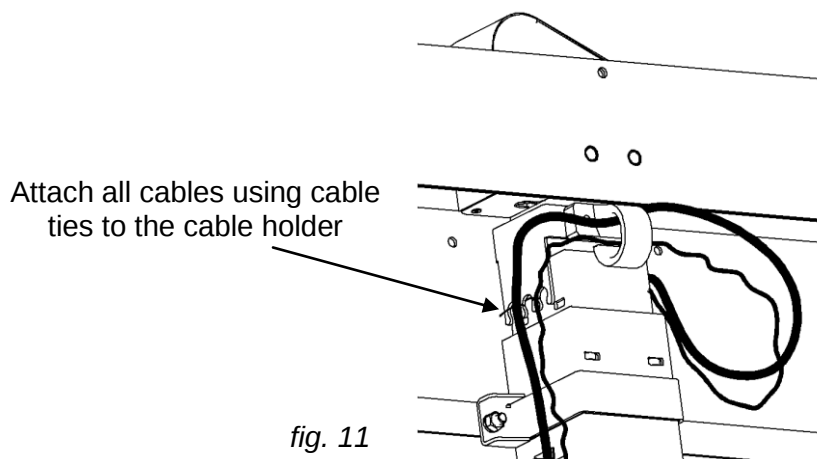

fig. 11
11. Breng alle bekabeling door de opening. Bundel deze met de ty-raps (page 15) ten breng ze naar de zelfklevende kabelgeleiders(fig. 11).